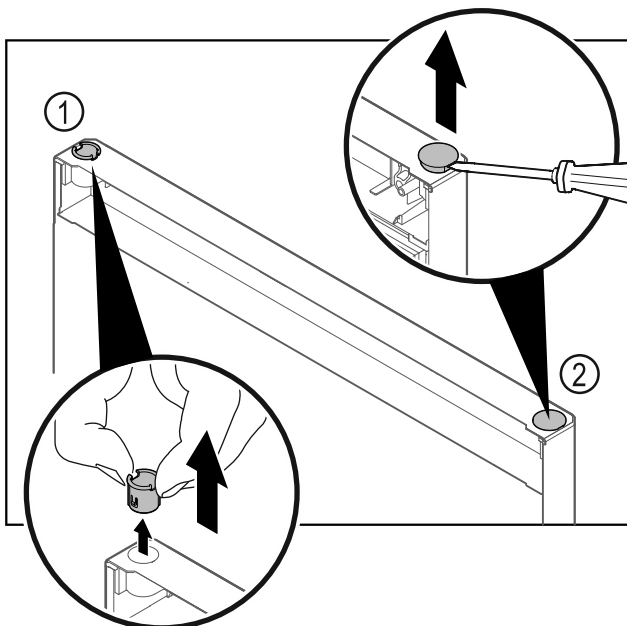

Fig. 22 Dvířka chladničky
- Pouzdro závěsu Fig. 22 (1) vytáhněte prsty.
- Krycí zátku Fig. 22 (2) opatrně nadzvedněte plochým šroubovákem a vytáhněte.